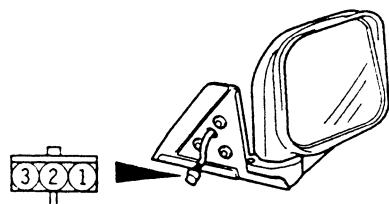

图 12-68 检查后视镜调整总成
(1) 检查后视镜调整总成。如图 12-68 所示,接上电源,检查各端子作用是否如表 12-23 所示方式动作。